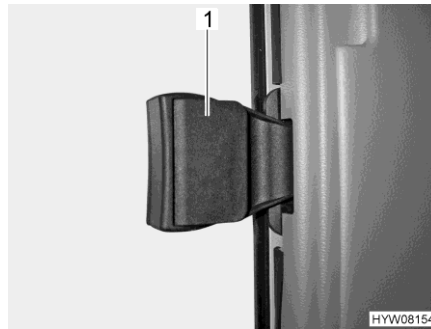

Fig. 60 Fenêtre côté passager
- Ouvrir la poignée (Fig. 60,1).